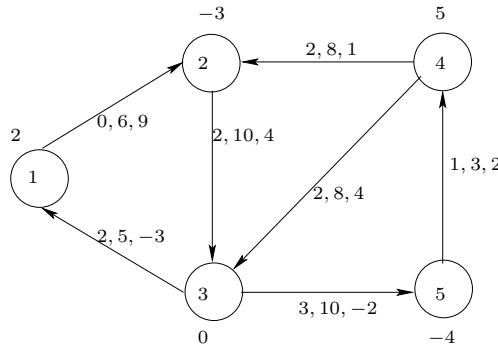

Figura 5.18: Grafo di partenza (esercizio 5.31)
**Esercizio 5.31.** ★ Sia dato il problema  $P$  di flusso a costo minimo definito sul grafo orientato  $G = (V, E)$  riportato in figura 5.18. Ad ogni nodo  $i \in V$  è associata la divergenza  $d_i$  e a ciascun arco  $(i, j) \in E$  è associata la tripla  $(l_{ij}, u_{ij}, c_{ij})$ , dove  $l_{ij}$  e  $u_{ij}$  indicano rispettivamente la capacità minima e massima dell'arco  $(i, j)$ , mentre  $c_{ij}$  indica il costo unitario associato all'arco  $(i, j)$ .